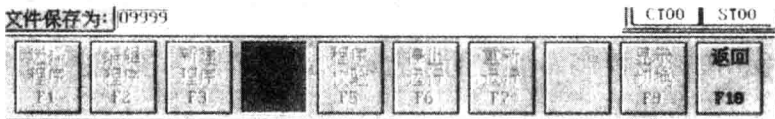

图 1-12 保存程序界面
(5) 程序编辑完成后, 按【F4】键保存程序, 这是在人机对话窗口中提示保存的程序名, 并可对该程序名修改。最后按【Enter】键确认, 如图 1-12 所示。